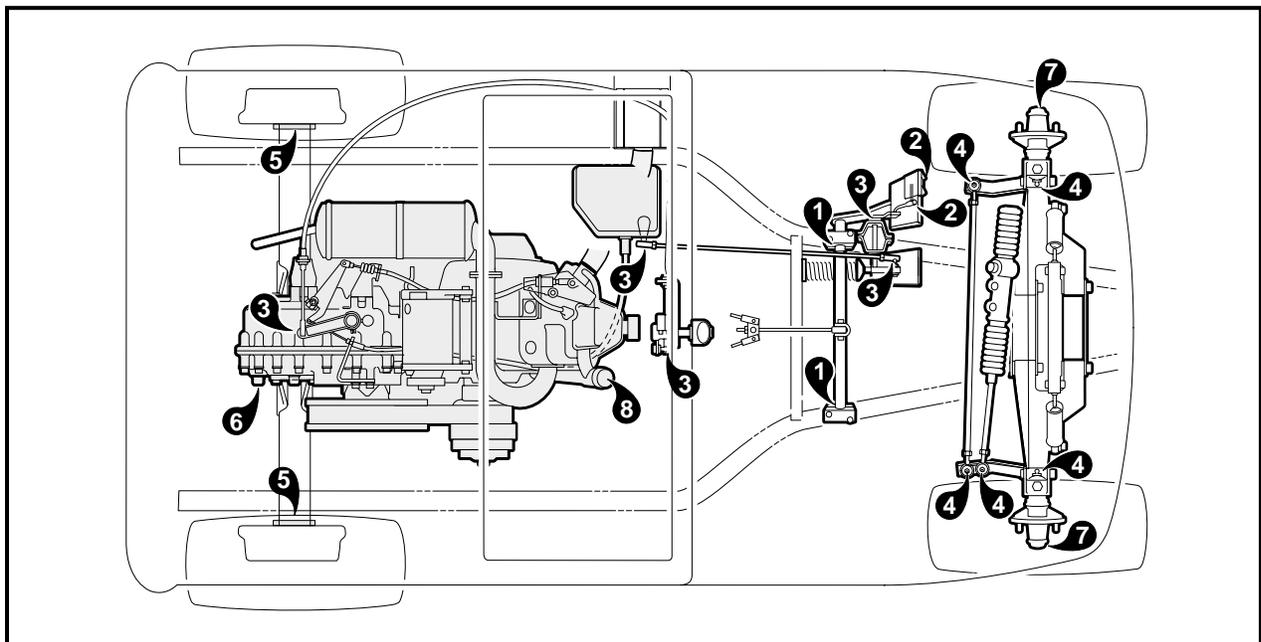

Abbildung 15 Fahrzeug-Schmierstellen
*Siehe Abbildung 15, Seite 17.